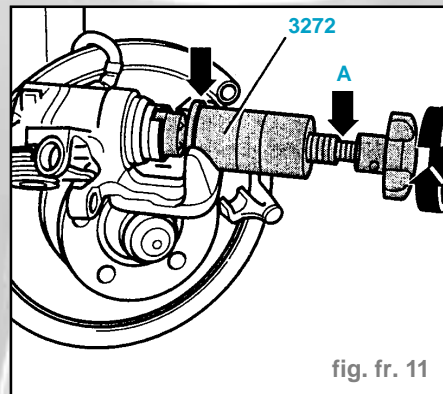

fig. fr. 11
- Visser le piston en tournant la roue moletée de l'outil spécial 3272 vers la droite (fig. fr. 11).
- Dévisser le piston hors du boîtier d'étrier de frein en tournant la roue moletée vers la gauche (fig. fr. 11).
- Visser le piston en tournant la roue moletée vers la droite (fig. fr. 11).